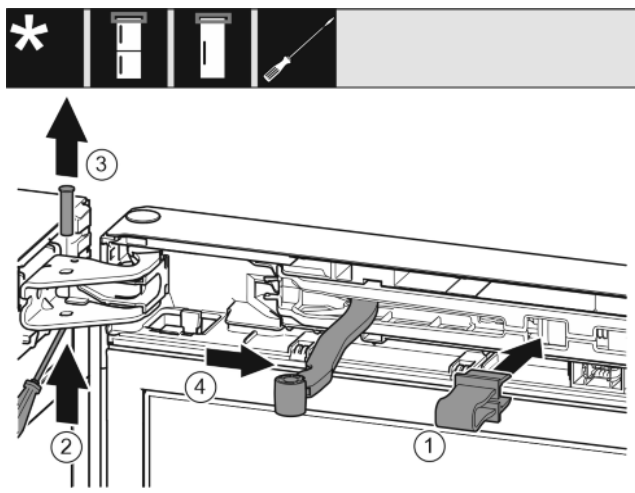

Fig. 7
- Zgibni del zavrtite v smeri vrat. Fig. 7 (4)
- Varovalo zataknete v odprtino. Fig. 7 (1)
- Sornik potisnite ven z izvijačem. Fig. 7 (2)
- Sornik izvlecite v smeri navzgor. Fig. 7 (3)